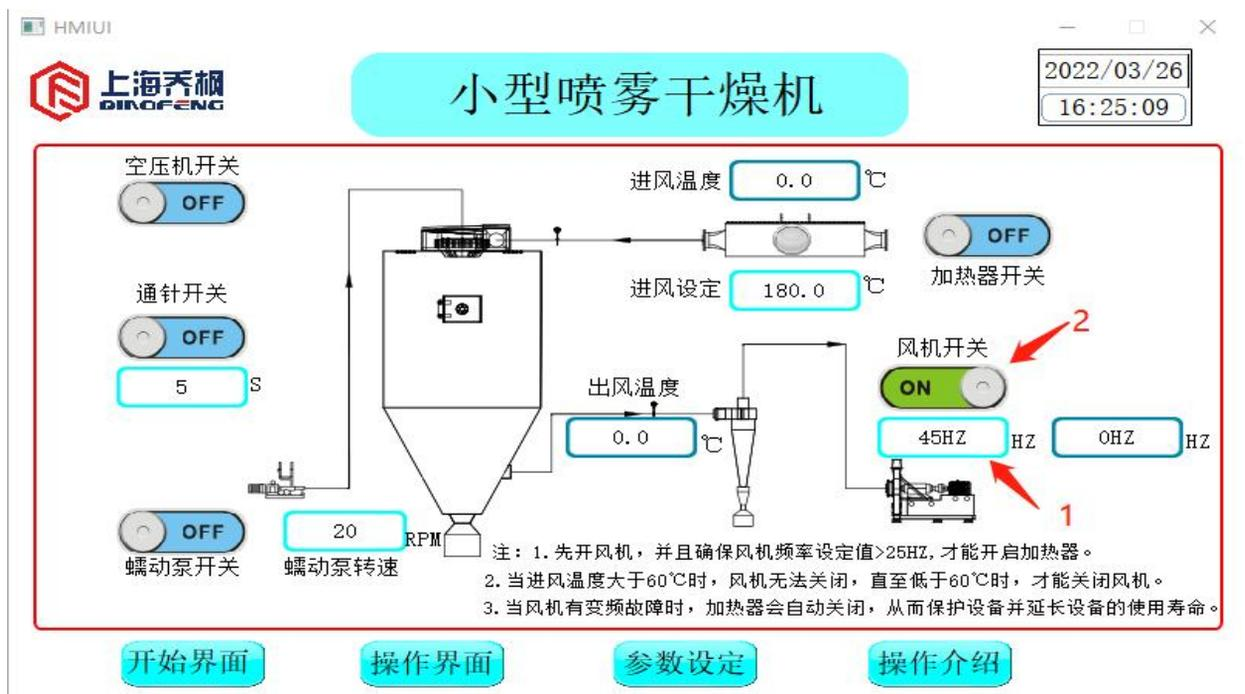

图 4
(2) 点击“HZ”前的设定框 1, 用虚拟键盘输入“0-50”, 即为风机工作频率为 0-50Hz, 点击“分机开关” 2, 开启风机。显示状态如图 4 所示。